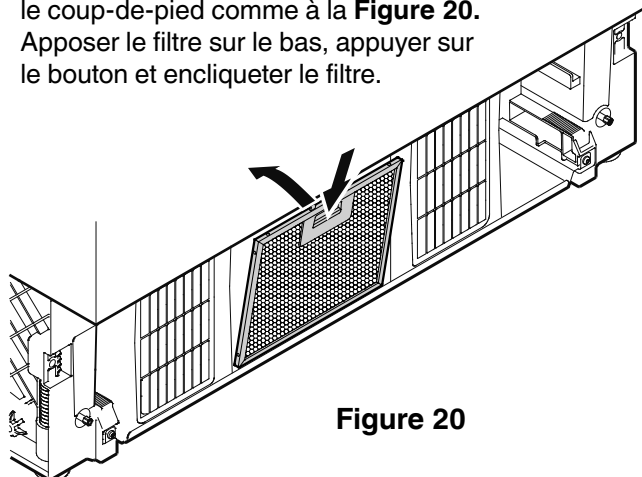

Figure 20
2. Ôter le film protecteur bleu du filtre à poussière fourni et insérer le filtre dans son emplacement dans le coup-de-pied comme à la **Figure 20**. Apposer le filtre sur le bas, appuyer sur le bouton et encliquer le filtre.